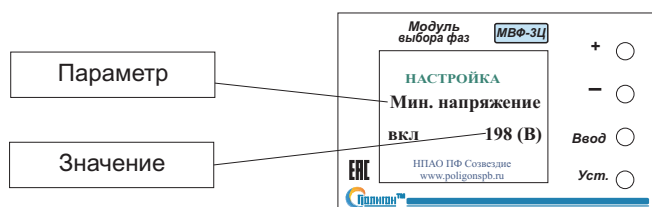

Рис.2
Рис.2. Схема подключения МВФ-3Ц для работы с мощной нагрузкой. Необходимо включать параллельно катушке пускателя искрогасящую цепочку R – 51 Ом 1Вт, С – 0,1 мкФ 630 В.
4.2.1. Для входа в режим программирования нажмите и удерживайте 5-6 сек кнопку «Уст.», при этом на дисплее высветится название параметра и его значение (Рис.2).